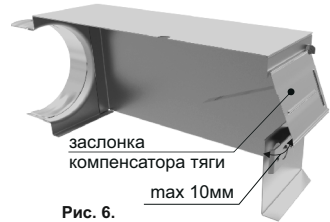

Рис. 6.
- убедитесь в том, что заслонка компенсатора тяги (рис.6) имеет свободный ход (должно наблюдаться свободное качание заслонки);